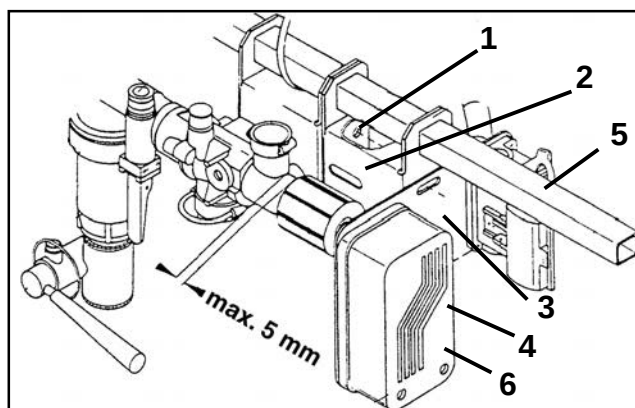

Fig. 9.12
- Fjern bolten (fig. 9.12/ 1) fra regulatorbeslaget (fig. 9.12/ 2).
- Regulatorbeslaget forskubbes til højre med flangepladen (fig. 9.12/3) til elektromotoren (fig. 9.12/4) mod stopbeslaget (fig. 9.12/5), indtil elektromotoren og doseringsspindlen til doseringsautomatikken ikke er forbundet med hinanden mere.